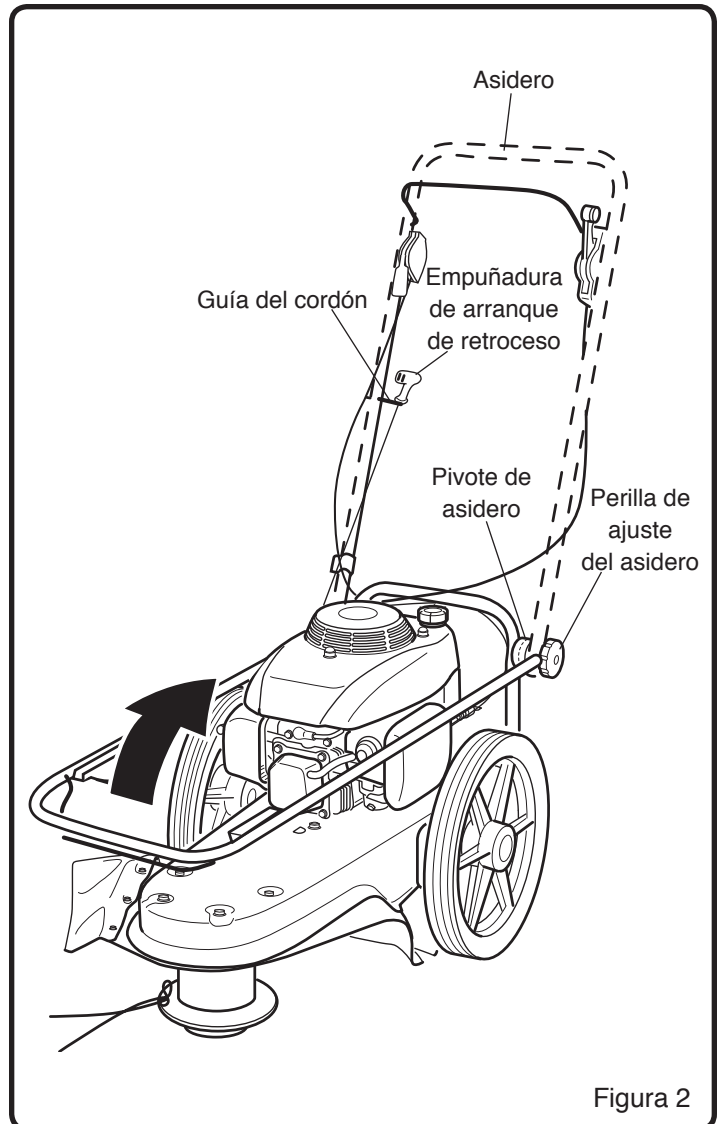

Figura 2
**NOTA:** Consultar la figura 2 al seguir los pasos enumerados a continuación
1. Sujetar el asidero con una mano y aflojar ambas perillas de ajuste del asidero hasta que los dientes del trinquete estén desengranados. No retirar las perillas de ajuste del asidero. (Véase la Figura 2)